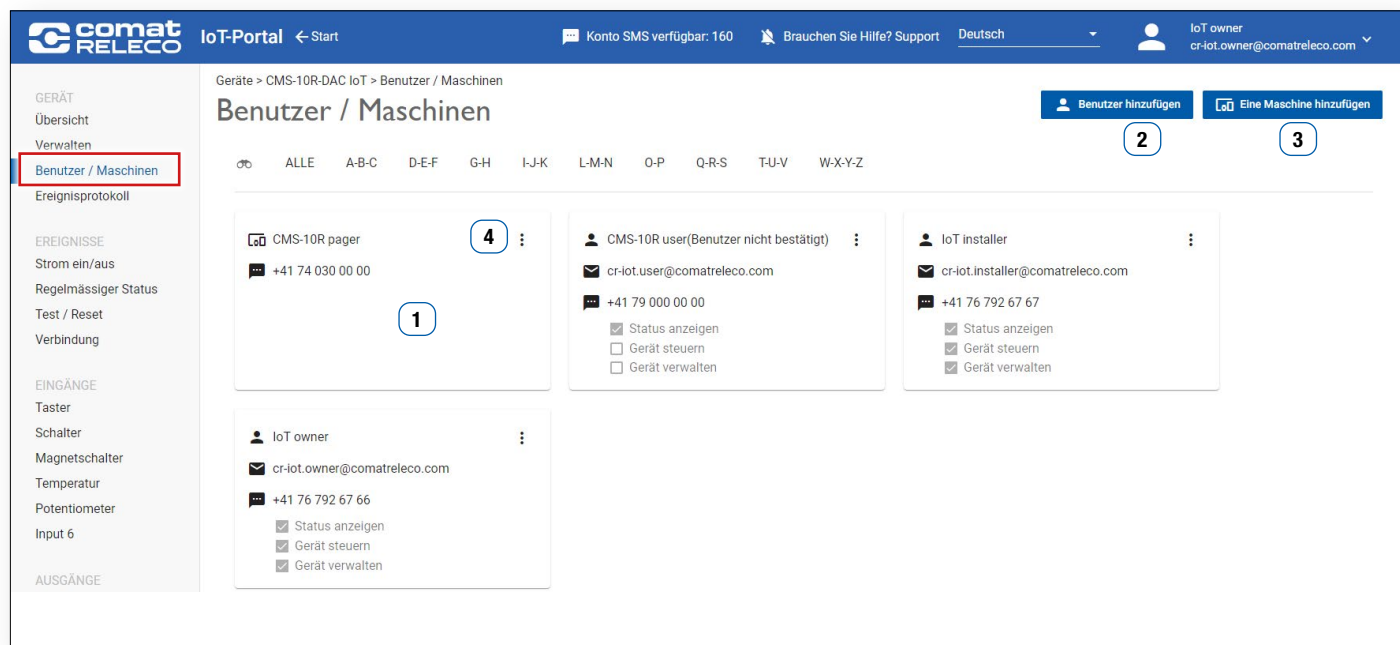

Abbildung 46
Mit der Taste **Benutzer hinzufügen** (Abbildung 46 (2)) rufen Sie dieses Fenster auf.
Dieses Fenster wird auf der Visitenkarte über den Menüpunkt **Be-arbeiten** (Abbildung 46 (4)) aufgerufen.
Mit der Taste **Eine Maschine hinzufügen** (Abbildung 46 (3)) dieses Fenster aufrufen.